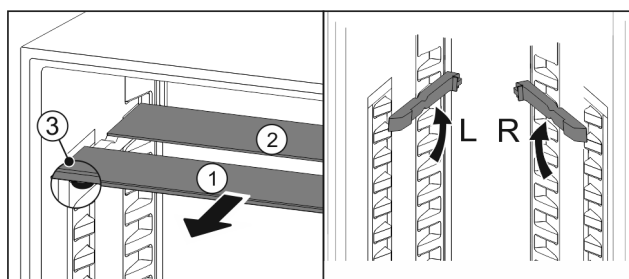

Fig. 105
- Skleněné desky jednotlivě vytáhněte dopředu Fig. 105 (1).
- ▷ Skleněná deska Fig. 105 (1) s ozdobnou lištou leží vpředu.
- ▷ Zarážky Fig. 105 (3) směřují dolů.